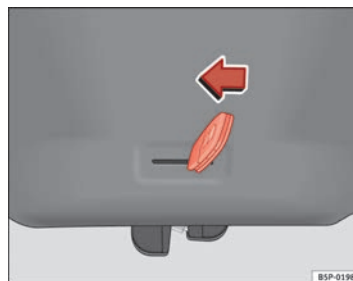

Fig. 49 Hayon : ouverture d'urgence
- Introduisez le panneton de la clé dans la rainure et déverrouillez le système de fermeture en faisant tourner la clé de droite à gauche, comme indiqué par la flèche ⇒ fig. 49.